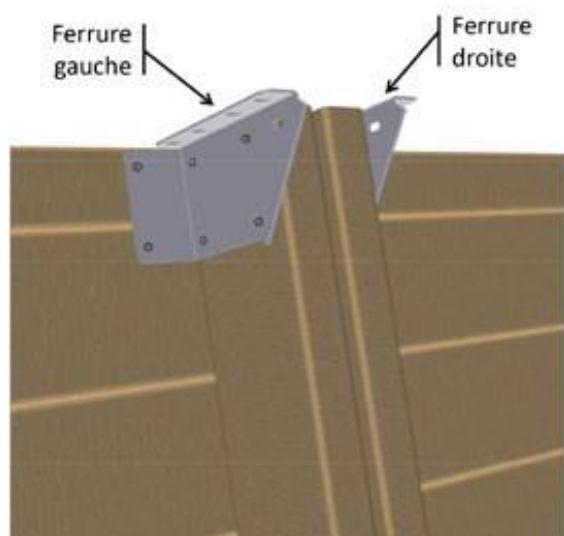

Figure 17 – Mise en place des ferrures en haut des jambes de force
- En haut des jambes de force, mettez en place huit ferrures « droite » et huit ferrures « gauche » du kit « Éléments de fixation » selon la Figure 17. Utilisez 6 vis penture torx 6 x 20 en inox A2 (sachet G) par ferrure, soit un total de 96 vis.